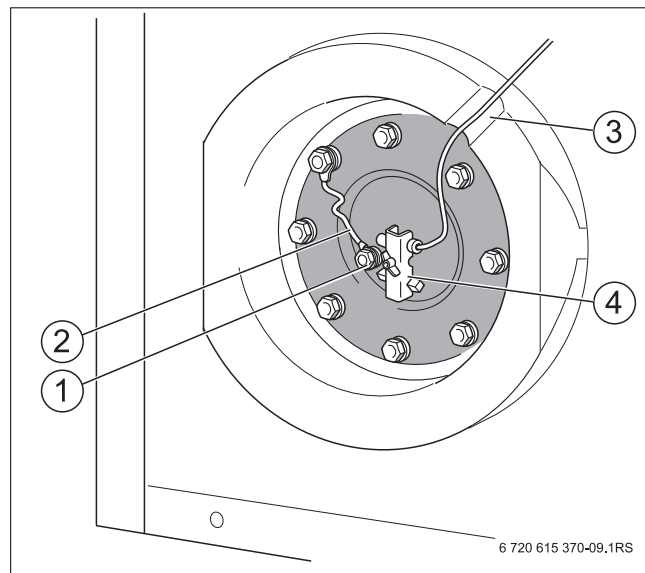

Bild 10 Anschlüsse an der Prüfoffnung
- ▶ Fühlerleitung durch die Aussparung im Wärmeschutz (→ Bild 10, [3]) zum Handlochdeckel führen.
- ▶ Temperaturfühler entsprechend der geometrischen Form bzw. des Durchmessers in die Fühlerbefestigung (→ Bild 10, [4]) montieren.